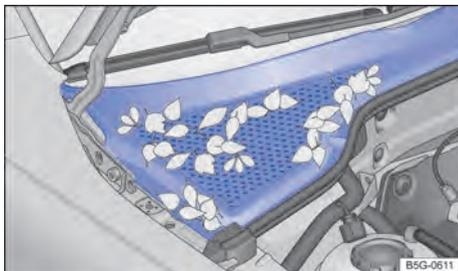

Fig. 167 Entre o compartimento do motor e o para-brisa: caixa de água (representação esquemática).
- A caixa coletora de água está localizada no compartimento do motor, entre o para-brisa e o motor e sob uma cobertura perfurada → Fig. 167. O ar ambiente é sugado da caixa coletora de água para o interior do veículo por meio do sistema de aquecimento e ventilação ou do ar-condicionado.